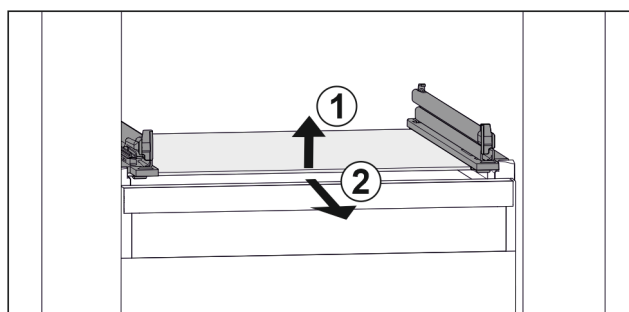

Fig. 88 Przykładowa prezentacja płyty szklanej
- ▶ Unieść płytę szklaną z przodu. Fig. 88 (1)
- ▶ Wyjąć płytę szklaną do przodu. Fig. 88 (2)